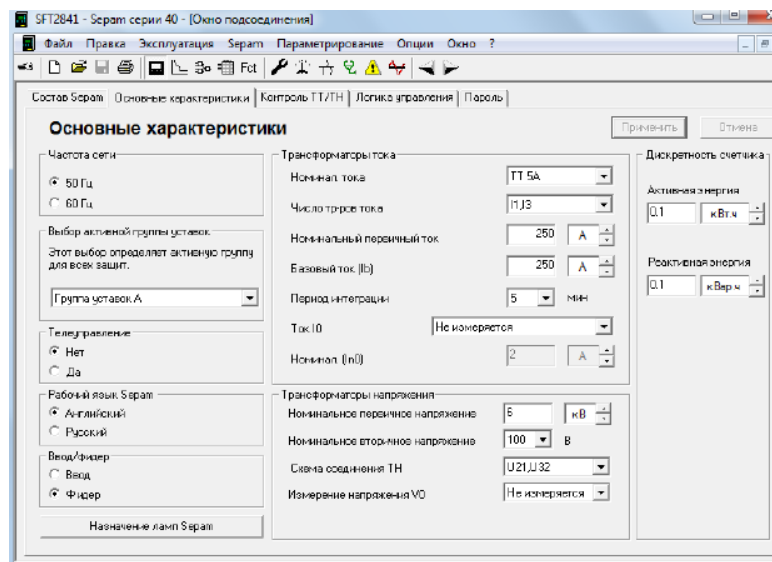

Рисунок 6.4 – Окно «Основныe характеристики»
8. Выбрать вкладку «Основные характеристики» (рис. 6.4). Установить в поле «Частота сети» частоту – 50 Гц. В поле «Выбор активной группы» выбрать – «Группа уставок А». «Телеуправление» установить – нет. В поле «Рабочий язык Seram» выбрать – «Русский». В поле «Ввод/фидер» выбрать – «фидер».